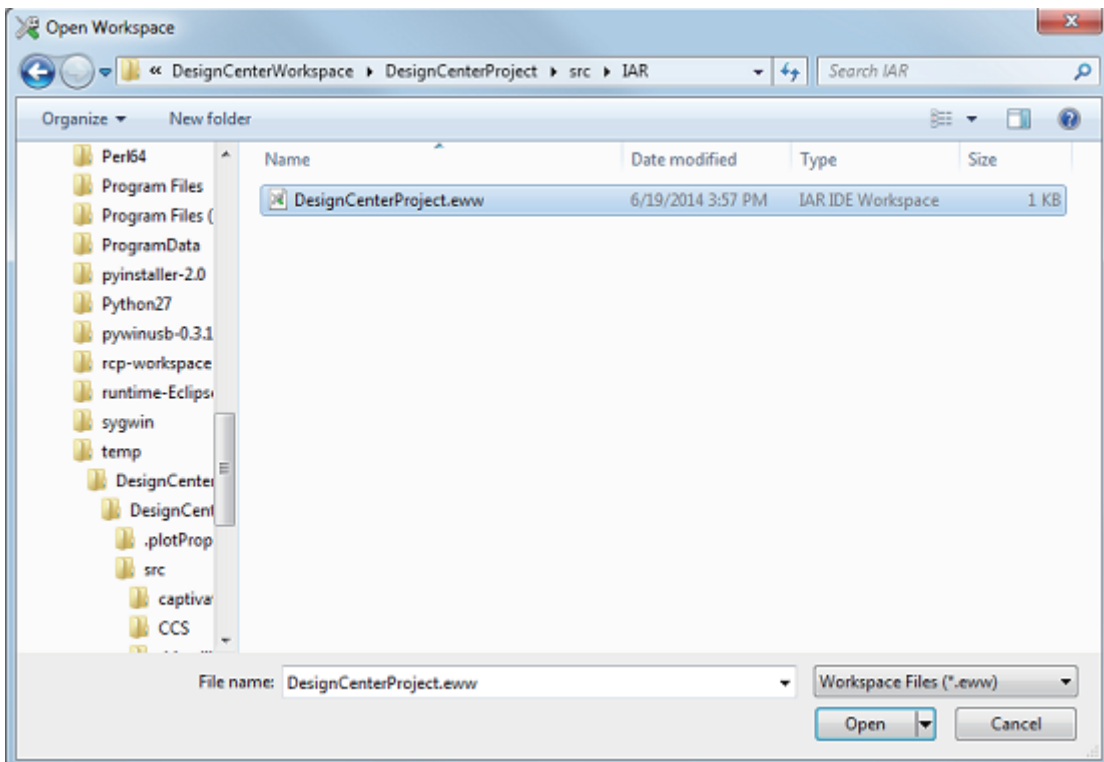

图 110: 选择工作空间
3. 在 IAR/<PROJECT\_NAME>.eww 下选择找到的工作空间文件（见图 110）。